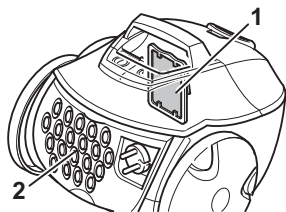

Abb. 21
■ **Motorschutzfilter (Abb. 21/1)** verhindert bei defektem Staubfilterbeutel, dass größere Partikel den Motor zerstören.
■ **Hygiene-Ausblasfilter (Abb. 21/2)** filtert feinste Partikel aus der ausgeblasenen Luft.